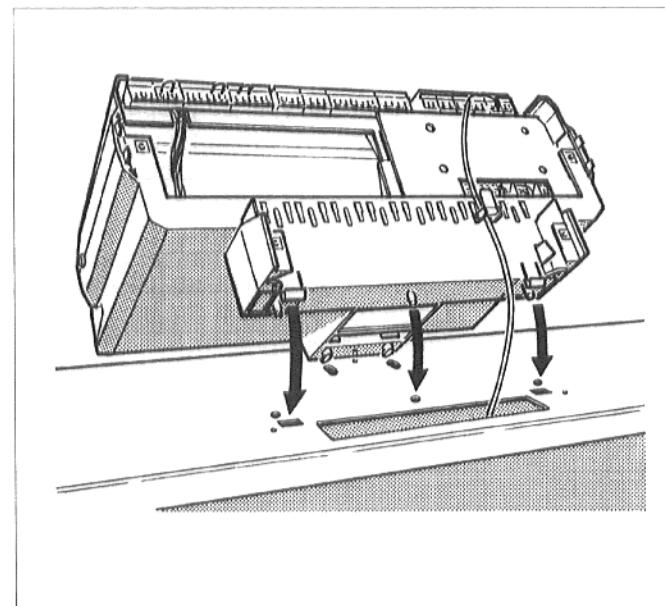

Рис. 6: насадить регулятор
- Насадить регулятор на передний колпак котла так, чтобы вставные крючки на нижней части регулятора вошли спереди в овальные отверстия (рис. 6).
- Вставить капиллярные трубы датчиков температуры и, при "Ecomatic"- регулировании, трубопровод датчика температуры котельной воды, через отверстие в переднем колпаке котла (рис. 6).
- Тянуть регулятор в направлении вперед и давить его при этом вниз, до тех пор, пока эластичные крючки не войдут в задние отверстия (рис. 6).